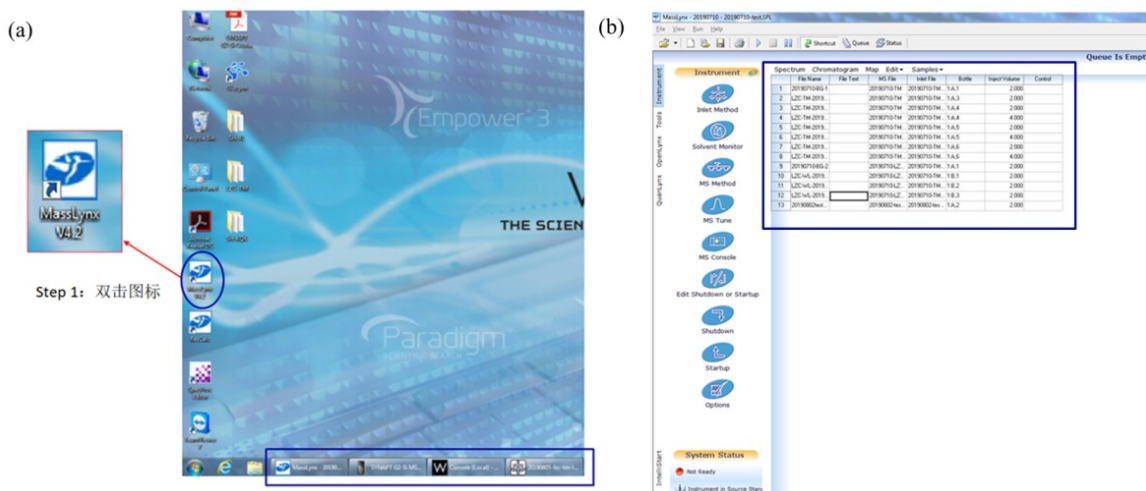

图 6-3
**Step1.** 点击电脑桌面Masslynx图标(图6-3(a)), 进入Masslynx操作界面(图6-3(b)), 当前显示为上一次仪器实验的测试序列(图6-3(b)蓝色方框显示)。
➤ **注:** 测试结束, 通常不关闭Masslynx软件操作界面, 主窗口及子菜单操作窗口会显示在电脑桌面下方(图6-3蓝色方框显示), 直接点击Masslynx图标即可。